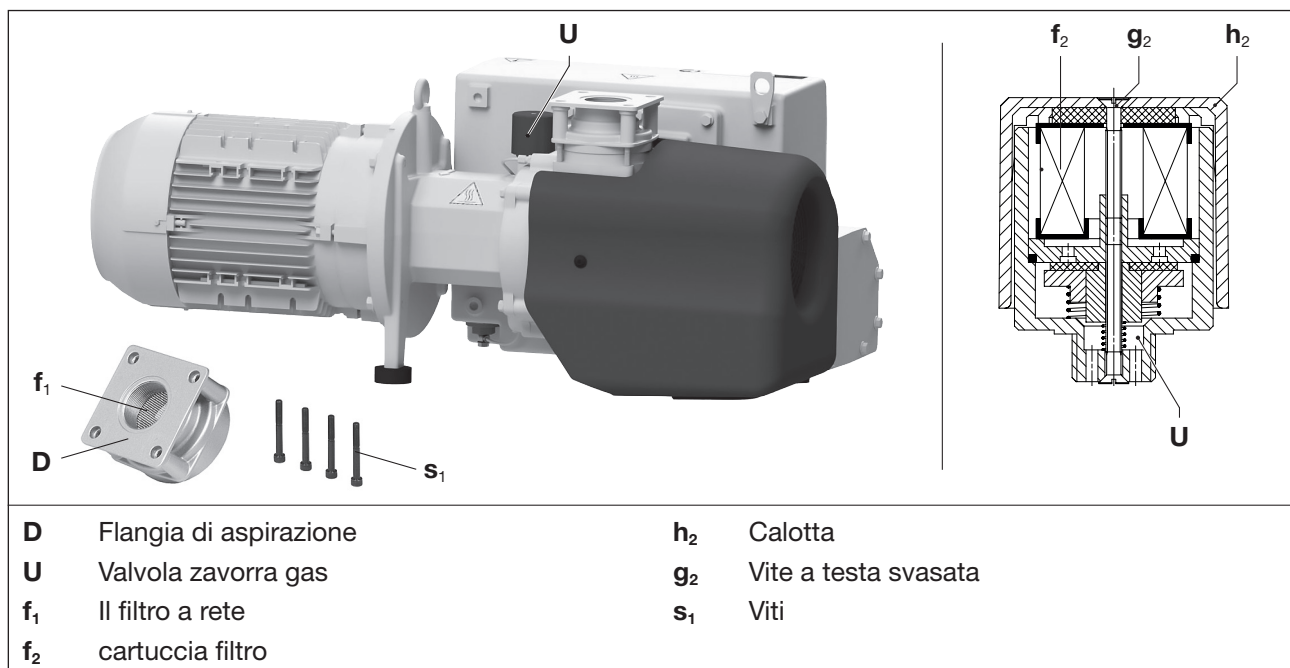

Fig. 6 Filtro a rete e valvola di zavorramento gas
Il filtro a rete (Fig. 6/f₁) deve essere lavato o soffiato più o meno frequentemente in base al grado di sporcizia, oppure deve essere sostituito.
- Rimuovere la flangia di aspirazione (Fig. 6/D) dopo aver allentato le viti (Fig. 6/s₁).
- Pulire il filtro a rete (Fig. 6/f₁).
- Applicare la flangia di aspirazione (Fig. 6/D) e fissarla con le viti (Fig. 6/s₁). Coppia: 25 Nm
Le pompe funzionano con una valvola zavorra gas (Fig. 6/U). La cartuccia del filtro integrata (Fig. 6/f₂) deve essere pulita in base al grado di sporchezza del mezzo da filtrare con maggiore o minore frequenza.
- Allentando la vite a testa svasata (Fig. 6/g₂) e rimuovendo il cappuccio di plastica (Fig. 6/h₂), le parti del filtro possono essere rimosse per la pulizia.
- Pulire la cartuccia del filtro (Fig. 6/f₂) con soffiaggio o sostituirla.
- Inserire la cartuccia del filtro (Fig. 6/f₂) nella valvola, applicare il cappuccio di plastica (Fig. 6/h₂) e fissarla con la vite a testa svasata (Fig. 6/g₂). Stringere la vite a mano.